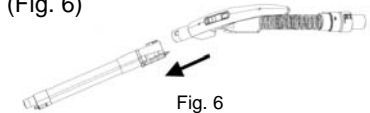

Fig. 6
1. Sostenga el extremo del tubo telescópico dentro del receptáculo que está en el mango de la manguera flexible. Empuje el tubo telescópico hacia adentro hasta que se trabo. (Fig. 6)